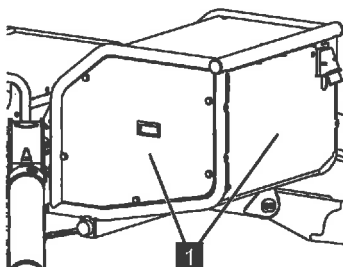

Abb. 182
3. Abdeckhauben (Abb.182/1) abschrauben.